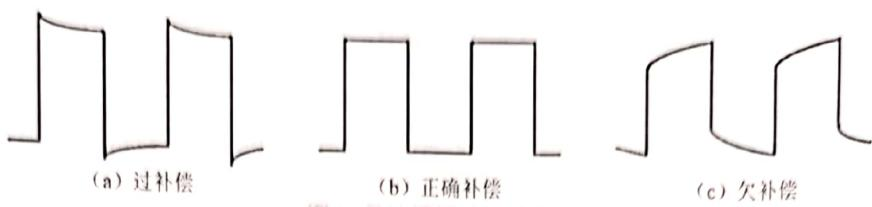

图 9 示波器探头补偿状态
- (1) 采用示波器专用探头，衰减系数取“x1”，调节探头补偿旋钮，使标准信号的显示波形如图 9(b) 所示则补偿正确，若出现图 9(a 和 c) 的图形，则补偿不正确。
- (2) 测量出示波器训练模板输出的 14 种不同信号的波形、峰峰值  $U_{pp}$  和周期  $T$ （或